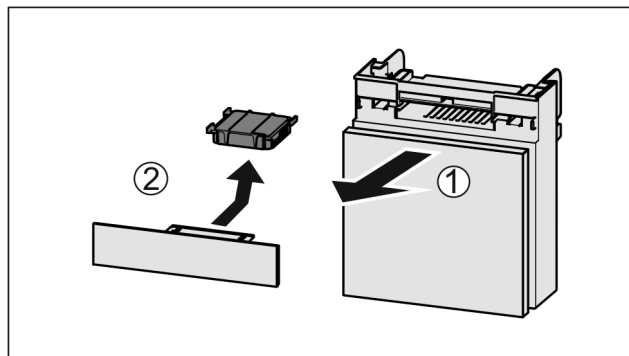

Fig. 50
- ▶ Издърпайте Fig. 50 (1) напред отделението.
- ▶ Извадете Fig. 50 (2) филтърът с активен въглен.